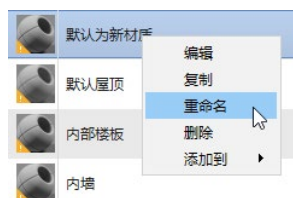

图 10-59 快捷菜单
11) 单击“创建并复制材质”按钮下的“新建材质”，新建“默认为新材质”，选择新材质并单击鼠标右键，在打开的快捷菜单中单击“重命名”选项，如图 10-59 所示，输入材质“名称”为“混凝土 - 现场浇筑混凝土”。